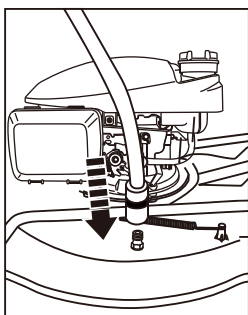
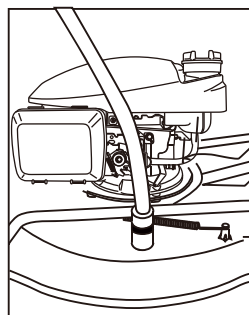

Fig. 28
Fig. 29
1. Insérer le connecteur du tuyau dans l'orifice de nettoyage du plateau de coupe ; vérifier qu'ils sont correctement branchés (Fig. 28, Fig. 29).